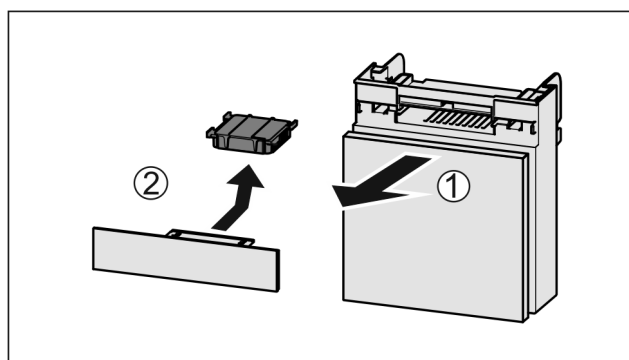

Fig. 263
- Extrageți Fig. 263 (1) compartimentul către înainte.
- Scoateți Fig. 263 (2) filtrul de cărbune activ.